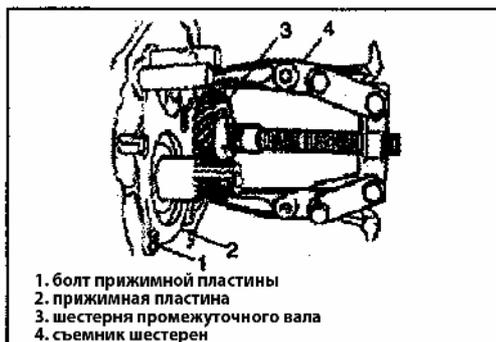

Рис. 355
7) Снимите болт прижимной пластины, прижимную пластину и регулировочные шайбы (Рис.355).